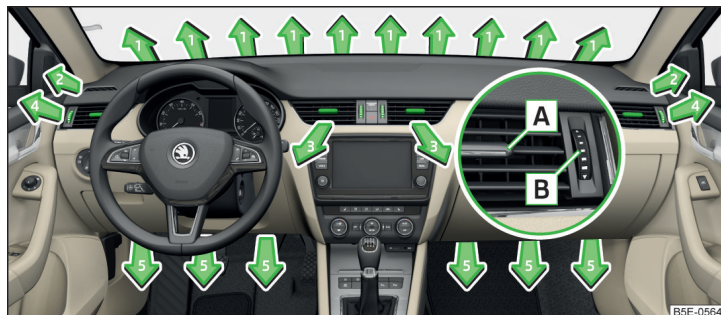
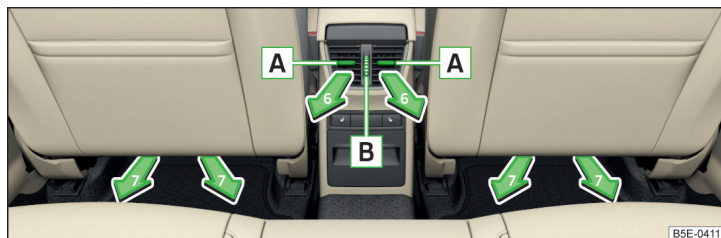

Fig. 130 Fantele de ventilație față
Fig. 131 Fantele de ventilație spate
La fantele de ventilație 3, 4 » fig. 130 și 6 » fig. 131 se poate modifica direcția curentului de aer, iar duzele se pot închide și deschide și individual.
- Pentru a modifica direcția pe înălțime a curentului de aer, deplasați lamele orizontale cu ajutorul elementului de reglare deplasabil **A** » fig. 130, respectiv » fig. 131 spre în sus sau în jos.
- Pentru a modifica direcția laterală a curentului de aer, deplasați lamele verticale cu ajutorul elementului de reglare deplasabil **A** » fig. 130, respectiv » fig. 131 spre stânga sau spre dreapta.
➤ Rotiți regulatorul **B** » fig. 130 resp. » fig. 131 în sus.
➤ Rotiți regulatorul **B** » fig. 130 resp. » fig. 131 în jos.
Setarea direcției fantei de ventilație	Fante de ventilație active » fig. 130 și » fig. 131